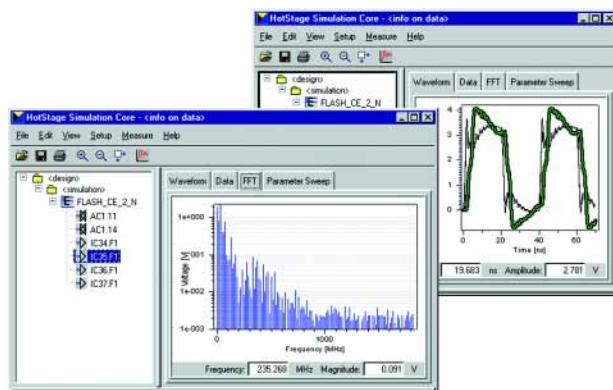

Рисунок 4 Ядро моделирования программы Hot-Stage может работать как во временной, так и в частотной областях
- Пакет Hot-Stage имеет возможности проводить моделирование как в частотной, так и во временной области (рис. 4).